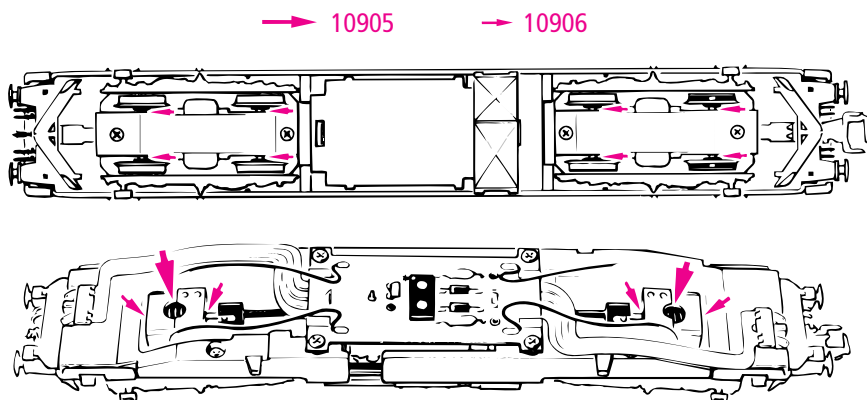

Fig. 9
**4. Kohlebürstenwechsel:** Lokgehäuse abnehmen (Fig. 3). Danach wird der **Motor ausgebaut** und die **Kohlebürsten** ausgetauscht (Fig. 9).
**4. Remplacement des balais du moteur:** Démontez la caisse (voir fig. 3). Démontez ensuite le moteur et échangez finalement le balais (fig. 9).
**4. Carbon Brush Changing:** First **remove** loco body (fig. 3), and then the **motor** (fig. 9).